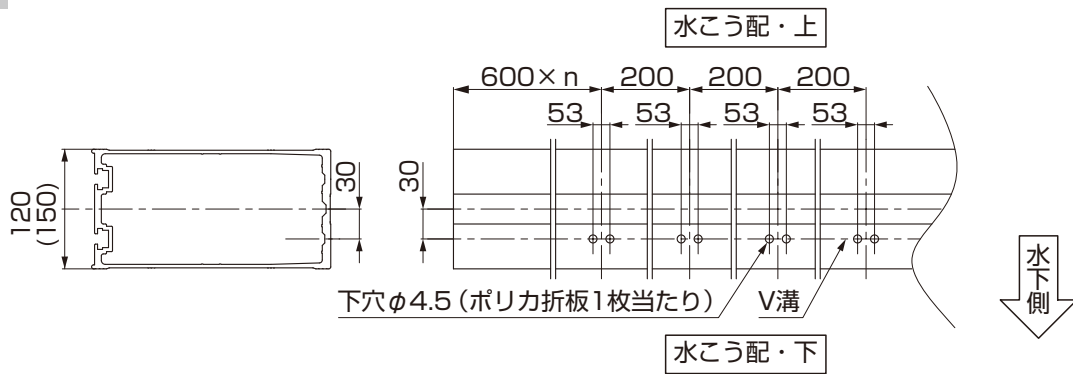

図3-1 梁135、200、240、280の加工
- ①ポリカ折板を取付ける範囲の梁上面で、図3-1、図3-2の位置に、金具取付用のφ4.5穴加工をしてください。
- ②( )内は梁280サイズを示します。